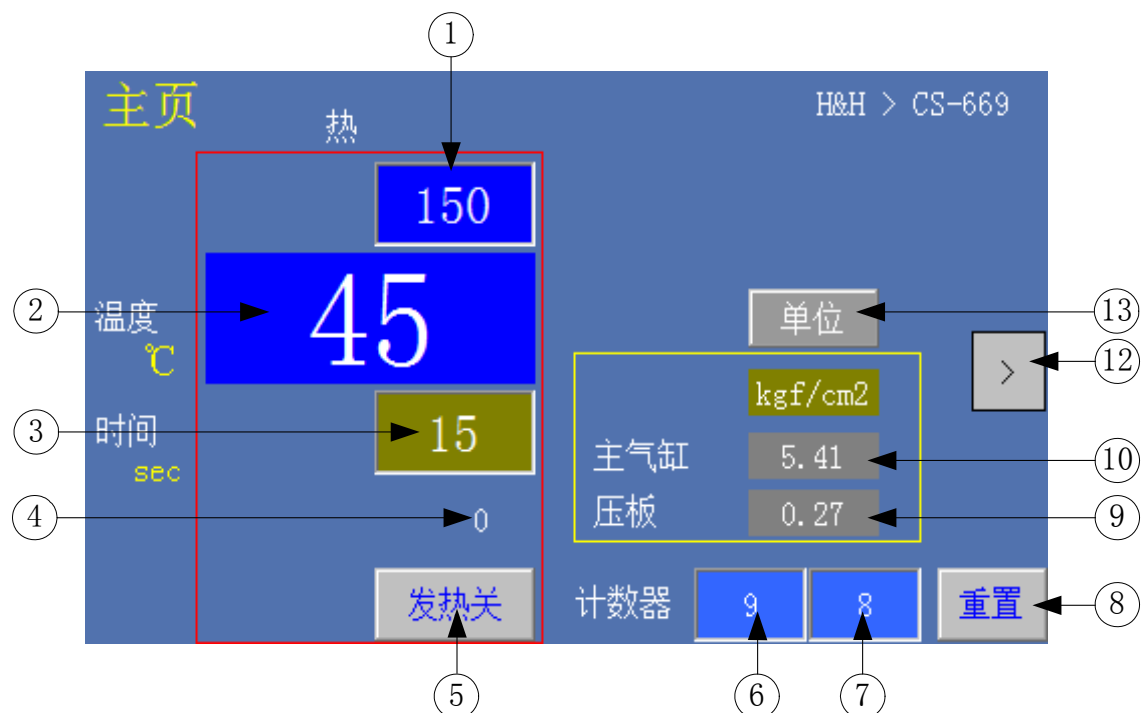

图 5 主页面
数秒后将会跳转到“主页”页面，此页面涵盖本机的所有主要功能，如图 5 所示。
2. 设定允许的发热板温度（即图 5 中#2）与设定温度之间的最大偏差。